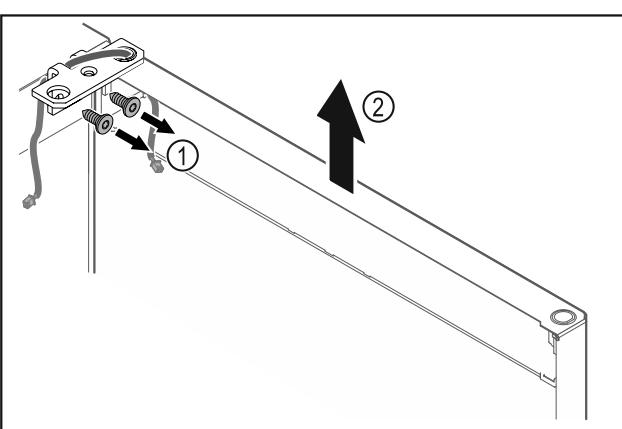

Fig. 15
- Відкрутити шарнірний кутик Fig. 15 (1).
- Дверцята з шарнірним кутиком Fig. 15 (2) приблизно на 200 мм прямо підніти вгору і зняти.